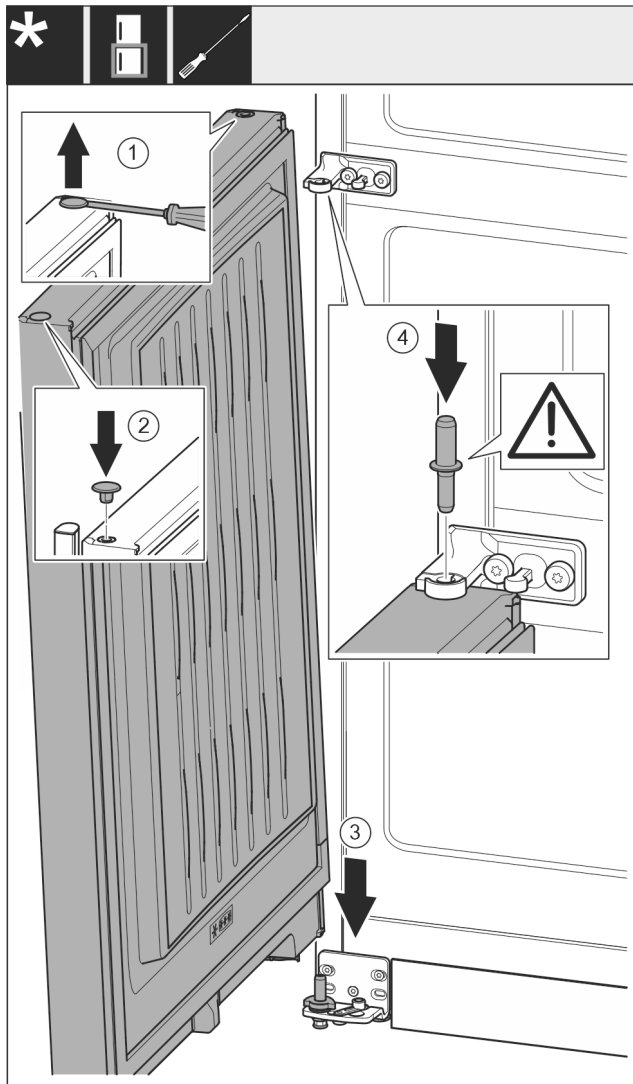

Fig. 56
- ▶ Plochým skrutkovačom opatrne nadvihnite a vyberte zátku Fig. 56 (1).
- ▶ Zátku Fig. 56 (2) opäť nasadte na druhú stranu dverí.
- ▶ Nasadte dvere Fig. 56 (3) zhora na dolný ložiskový čap.
- ▶ Nasadte ložiskový čap v strede Fig. 56 (4) cez ložiskovú konzolu v strede do dolných dverí. Dbajte pritom na to, aby zaistovací doraz ukazoval smerom dozadu.